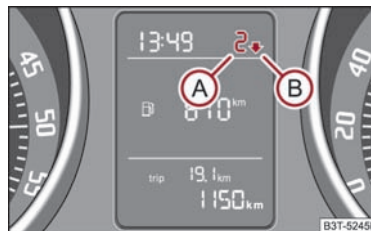

Abb. 17 Empfehlung zum Gangwechsel
Im Display des Kombi-Instruments wird eine Information zum geschalteten Gang ① ⇒ Abb. 17 angezeigt.